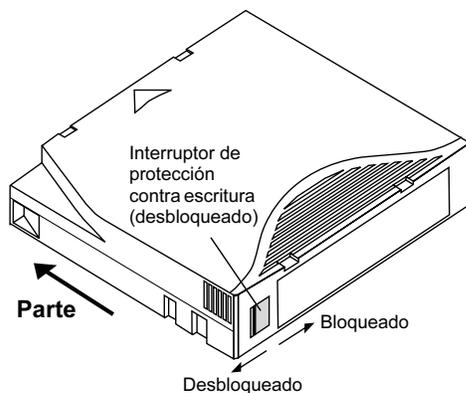

Figura 17. Cartucho Ultrium mostrando el interruptor de protección contra escritura
Los cartuchos Ultrium tienen un interruptor de protección contra escritura cerca de la esquina posterior derecha del cartucho, como se muestra en la Figura 17 en la página 36.
- Si desliza el interruptor completamente hacia la esquina (como se muestra en la Figura 17 en la página 36), se podrán leer datos del cartucho y escribir en el mismo.